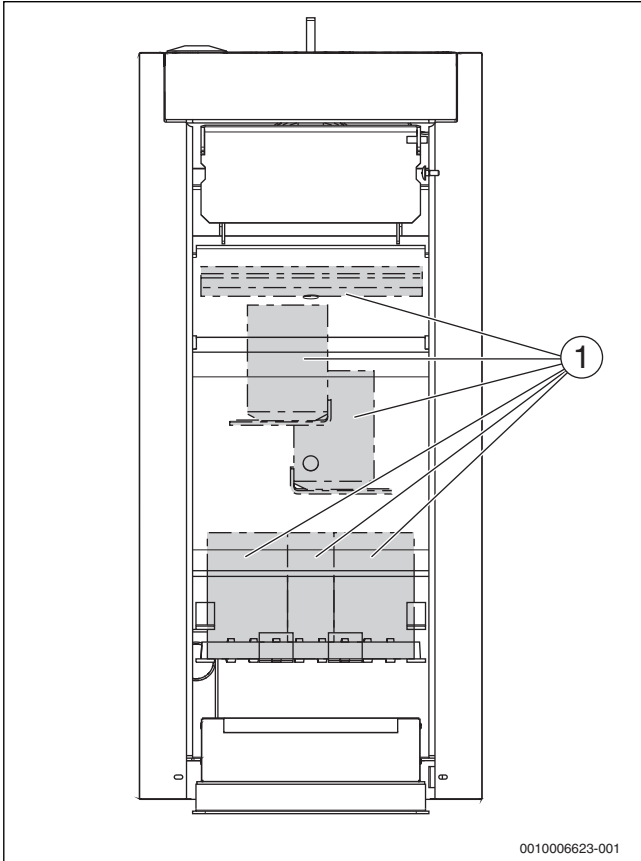
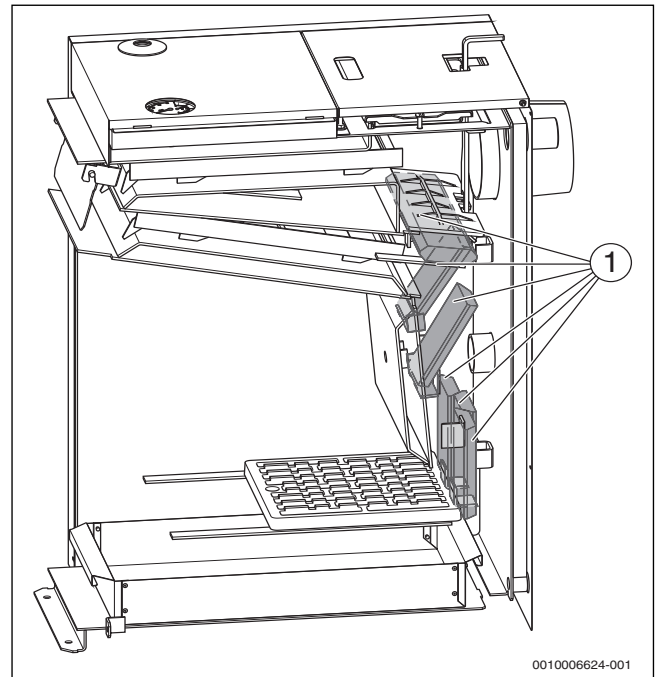

Рис. 31 Положение камней в топке (вид спереди)
Рис. 32 Положение камней в топке (вид сбоку)
**Пояснения к рис. 31 и рис. 32:**